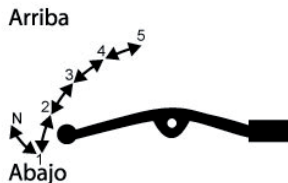

Imagen 23. Cambio de velocidades
9. Seguir el mismo proceso para meter el siguiente cambio de velocidad. *Ver imagen 23.*